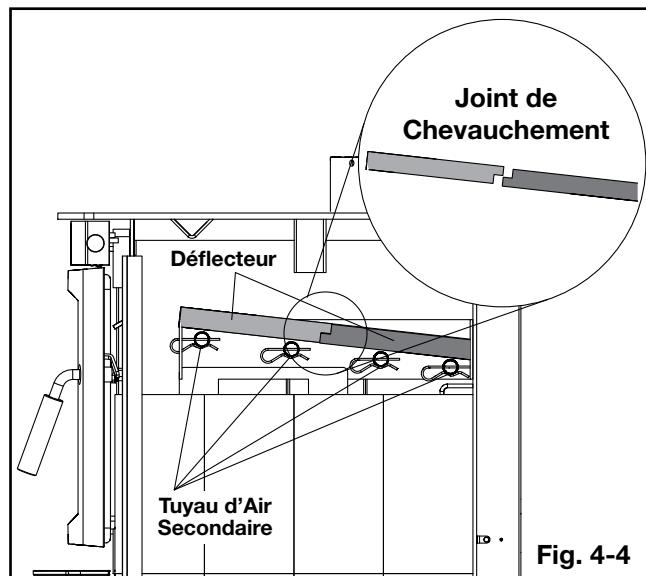

Fig. 4-4
- Soigneusement pivotez les déflecteurs en fibre (D) sur les tuyaux d'air secondaire comme illustré (**Fig. 4-4**). Assurez-vous que les déflecteurs supérieures sont poussés à l'arrière de la chambre de combustion, en laissant un écart le long du mur un minimum de 1 po en taille. Cela permettra les gaz du conduit d'échapper la chambre de combustion. Assurez-vous que le joint de chevauchement est serré.
- Installez les deux briques (E) le long de l'avant.